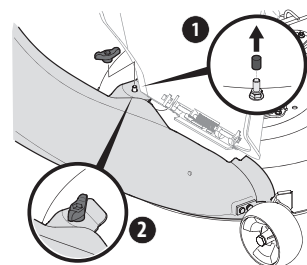

Figure 20
- Fixez la goulotte au plateau avec l'écrou papillon du sachet de quincaillerie (689-02019). Voir Figure 20.
NOTE : Sur certains plateaux, le goujon sur lequel vous devez faire passer la goulotte est protégé par un capuchon. Retirez ce dernier, comme indiqué à la Figure 20.